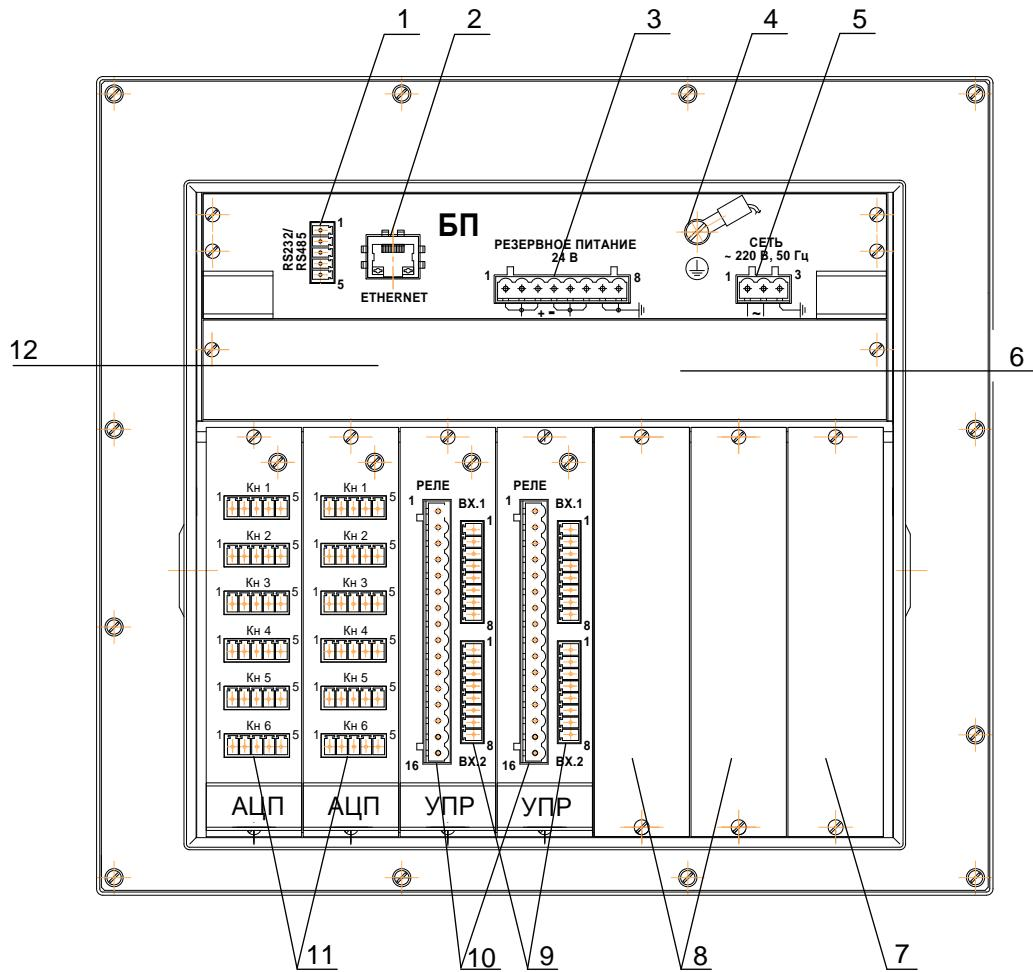

Рисунок 2.2
Рисунок 2.2а
- 8 - разъемная клеммная колодка выхода ПВИ (исполнение по заказу) (рисунок 2.2), установочное место под модули ввода-вывода в соответствии с заказом (рисунок 2.2а, 2.2б);